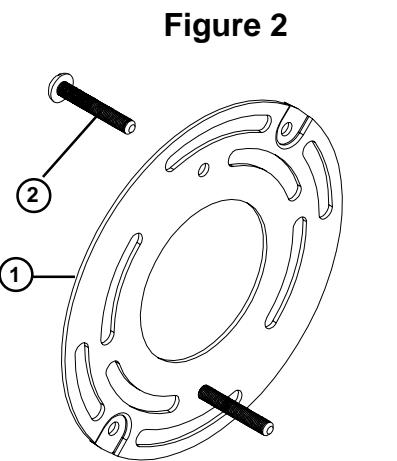

Figure 2
- Prepare Mounting Plate (1) for mounting** by installing Screws #8-32x1-1/8" (2) into Mounting Plate as shown in Fig 2.
- Prepare la Placa de Montaje (1) para montaje** instalando Tornillos #8-32x1-1/8" (2) en la Placa de Montaje como mostrado en la Fig. 2.